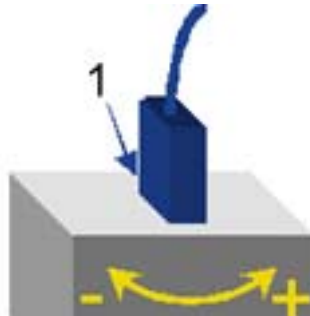

Figure 5-82. Direction de la vue Bêta
- **Vue Bêta** : déplace la palette de la sonde jusqu'à un certain angle. Voir Figure 5-82 pour la direction +/-.